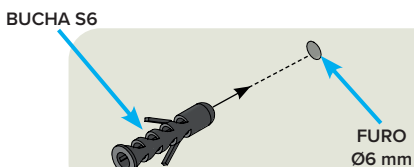

Figura 13 – Instalação das Buchas S6
**5. INSTALAR** as duas Buchas S6 nos furos da parede (Figura 13);